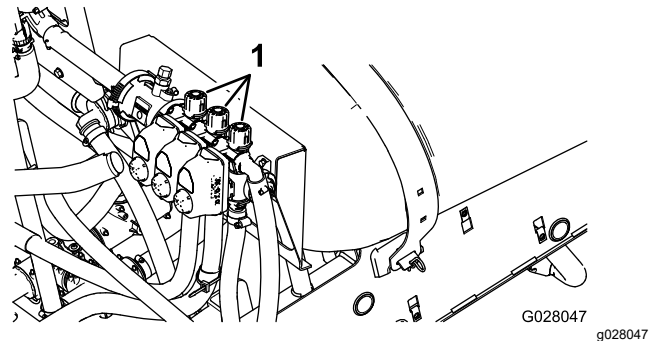

Figure 85
2. Désactivez la section gauche et réglez le bouton de dérivation de la section gauche (**Figure 85**) jusqu'à ce que la pression indiquée corresponde à celle réglée précédemment (généralement 2,75 bar).
4. Réglez la vanne de dérivation de la section droite (**Figure 85**) jusqu'à ce que la pression indiquée corresponde à celle réglée précédemment (généralement 2,75 bar).
6. Réglez la vanne de dérivation de la section centrale (**Figure 85**) jusqu'à ce que la pression indiquée corresponde à celle réglée précédemment (généralement 2,75 bar).